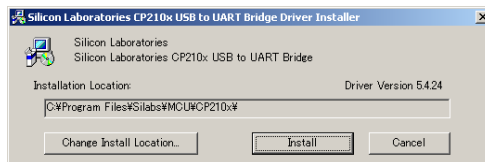

図14 USBドライバのインストール画面5
- ⑥「Install」を選んで次へ進み終了します(図14)。